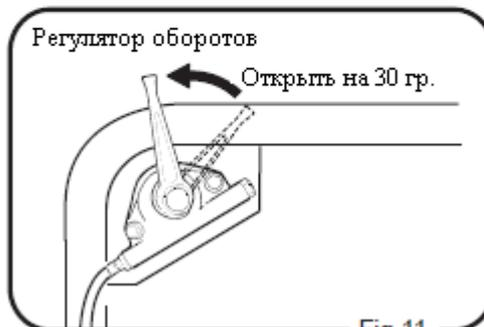

Fig.11
- Поверните рычаг регулятора оборотов примерно на 30° (рис. 11).